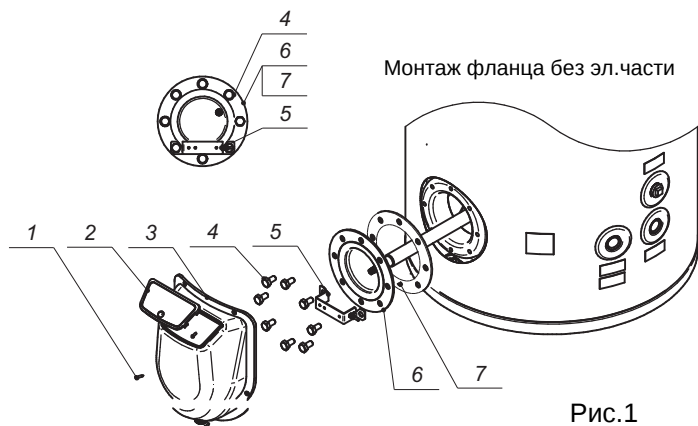

Рис.1
1. Демонтаж фланца без нагревательной части (6) (Рис.1).